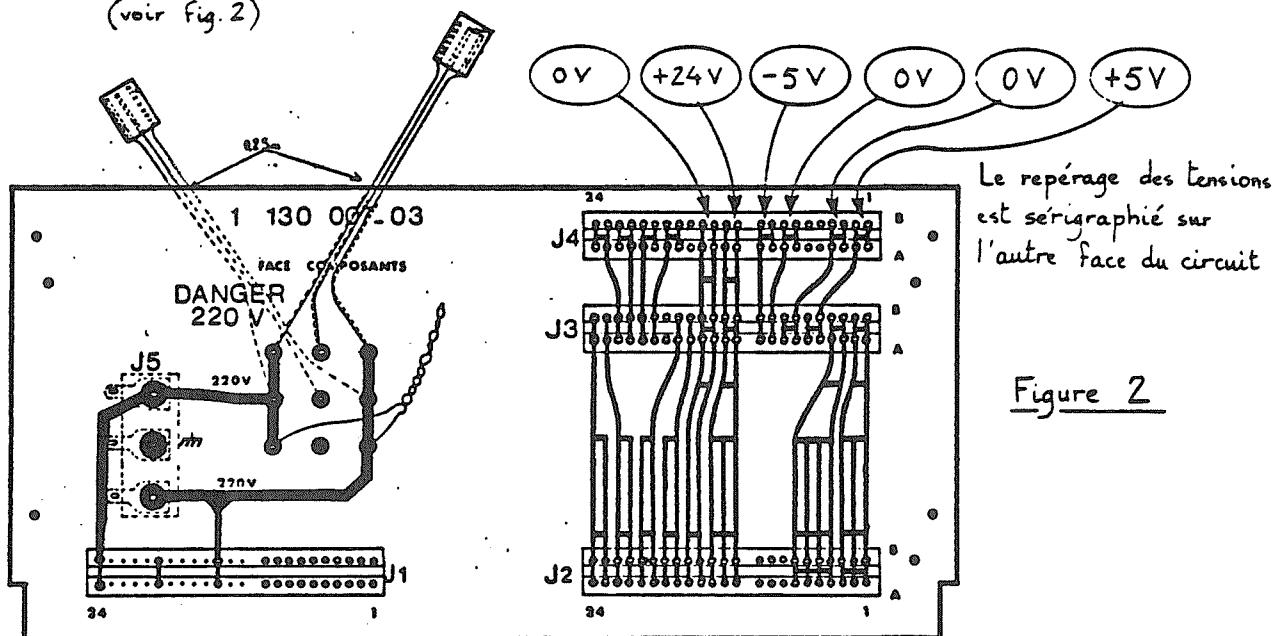

Figure 2
- Vérifier les tensions sur la carte fond de bac 1.150.007-01 du rack (voir Fig. 2)